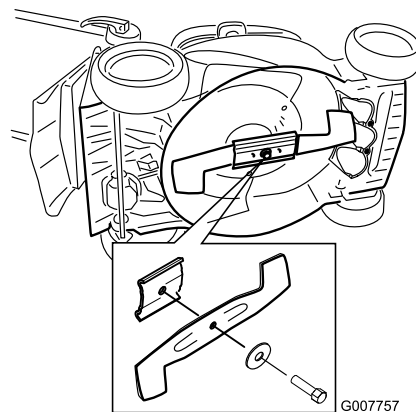

Figura 30
2. Coloque el cortacésped de lado con el filtro de aire hacia arriba (Figura 30).